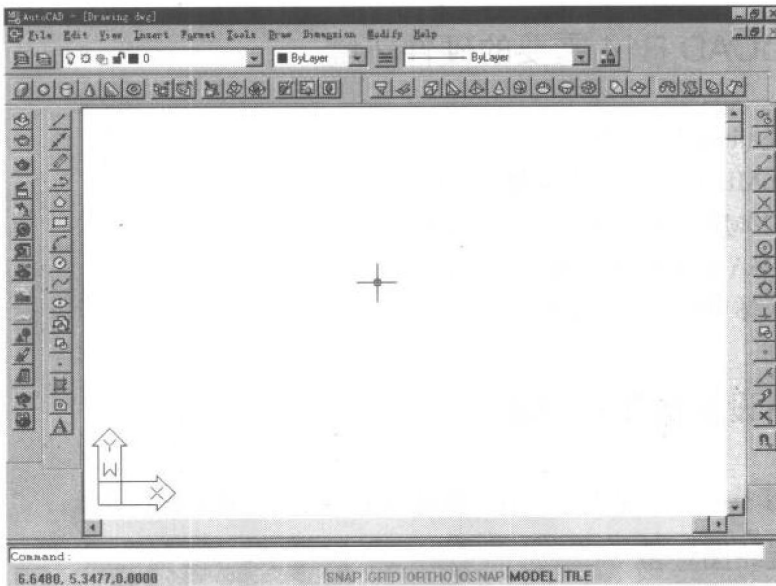

图 1-2 调整后的工具条
4. 单击按钮, 将三个工具条拖动到如图 1-2 所示的位置。